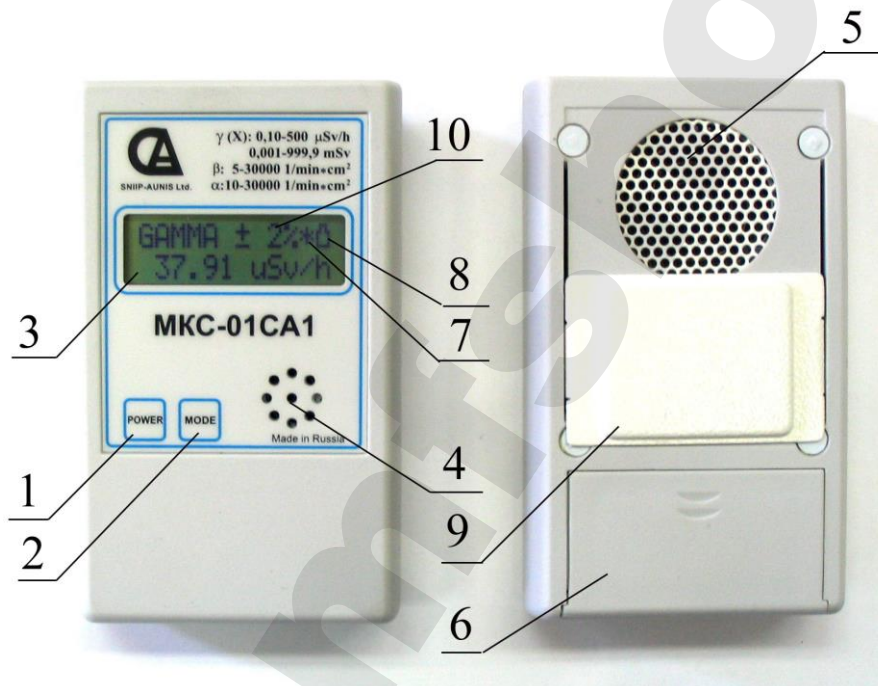

Рис.1. Органы управления МКС-01СА1Б
- 9 - Передвижной экран, фиксируется в крайних положениях, соответствующих выбранному режиму работы. В режиме «**БЕТА**» и «**ALPHA**» - экран открыт (нижнее положение, как показано на Рис.1), в режиме «**ГАММА**» -экран закрыт (верхнее положение)
**Индикация разряда элементов питания** - при разряде элементов питания до напряжения  $1,6 \text{ В}$  на дисплее в правом верхнем углу появляется символ в виде цилиндрического элемента питания (Поз.8 на Рис.1).
Прибор циклически ежесекундно выполняет процесс оценки и уточнения результатов измерений с индикацией на дисплее (Поз.10 на Рис.1) текущей статистической погрешности ( $\delta$ ) в доверительном интервале  $0,95$ . В неизменном (стационарном) поле ионизирующего излучения показания прибора с течением времени непрерывно усредняются и уточняются. Одновременно с этим уменьшается значение погрешности  $\delta$  от  $\pm 99\%$  до  $\pm 1\%$ .
- снять крышку отсека питания (см. рис. 1);
- закрыть входное окно детектора экраном (см. Рис.1);
- включить питание прибора (однократно нажать и отпустить кнопку «**POWER**»). При включении на дисплее в течение 2 секунд появляется реклама изготовителя: «**МКС-01СА1**» и тел. «**(499) 198 97 91**»
- открыть входное окно детектора, сдвинув экран (см. Рис.1) в нижнее положение;